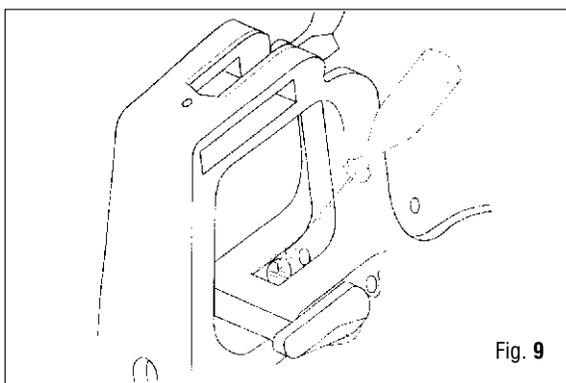
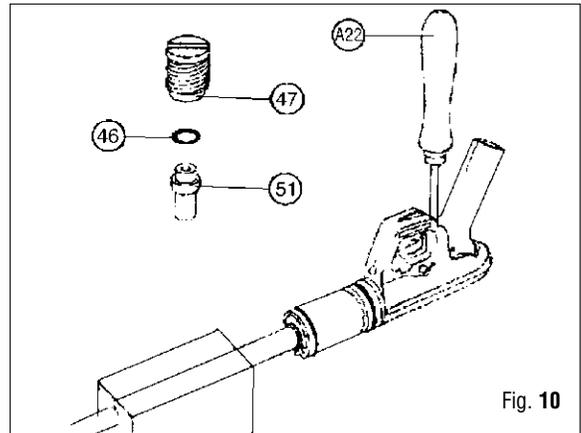

Fig. 9
Fig. 10
23. Quite el retén del seguro (58) presionando el encastre de enganche con un destornillador pequeño (Fig. 9).
24. Extraiga el cuerpo del seguro (59) y el OR correspondiente (60) de la empuñadura.
25. Quite el OR (60) del seguro.
26. Extraiga el pistoncito de conexión (45) con la herramienta especial (A-13) (diám.1,5) o con un par de pinza delgadas.
27. Quite el casquillo (47) con la herramienta (A-22), extraiga el OR (46) y el casquillo guía (51) (Fig.10).
32. Introduzca el casquillo (47), el OR (46) y el casquillo guía (51) en la empuñadura (41). Apriete delicadamente el casquillo en su asiento en la empuñadura con la herramienta A-22 (Fig. 10).